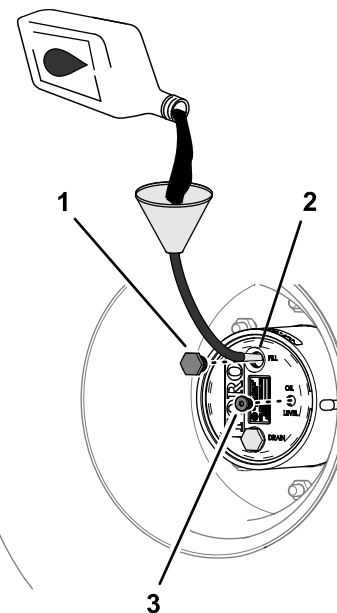

Figure 87
4. Si le niveau d'huile est trop bas, enlevez le bouchon de remplissage et ajoutez l'huile spécifiée jusqu'à ce qu'elle ressorte par le trou du bouchon de contrôle (Figure 87).
6. Remettez en place les bouchons de remplissage et de contrôle (Figure 87).
1. Versez lentement l'huile pour engrenages spécifiée par l'orifice du bouchon de remplissage; voir Figure 87 sous Contrôle du niveau de lubrifiant du train planétaire (page 70).
3. Remettez en place les bouchons de remplissage et de contrôle du niveau d'huile; voir Figure 87. sous Contrôle du niveau de lubrifiant du train planétaire (page 70)